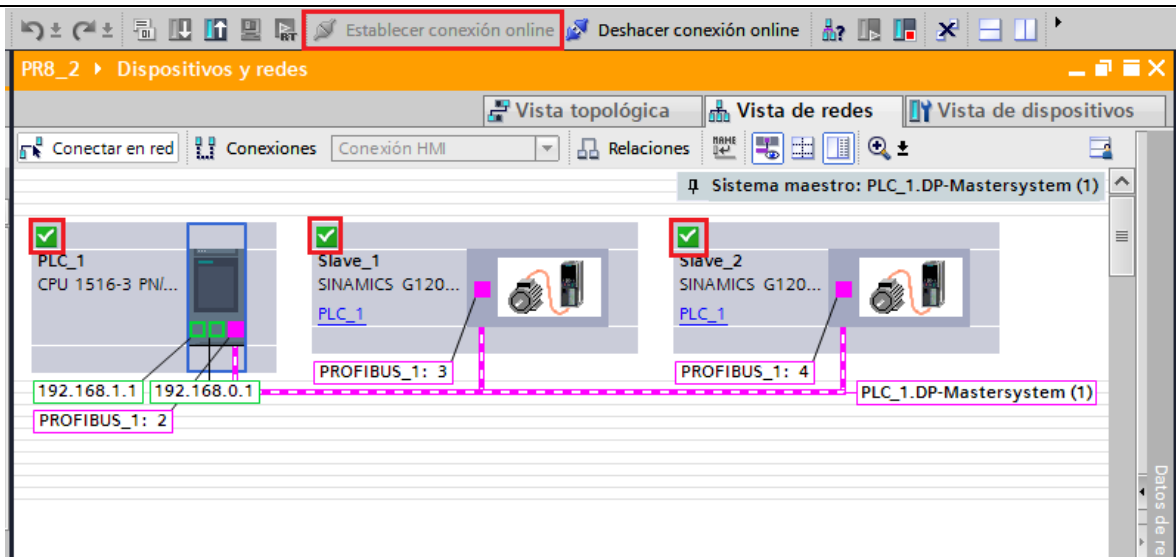

Figura 22. Conexión online.
- Una vez configurada la red se recomienda cargar la configuración y verificar que la conexión sea correcta, para ello cargar el programa y establecer conexión online (ver Figura 22).